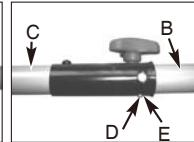

Fig. 2B
- Med ett stadigt tag i redskapet (B) ska du skjuta det rakt in i snabbkopplingen (C) till dess att lossningsknappen (D) kommer fram i det första hålet (E) på snabbkopplingen. (Fig. 2B)